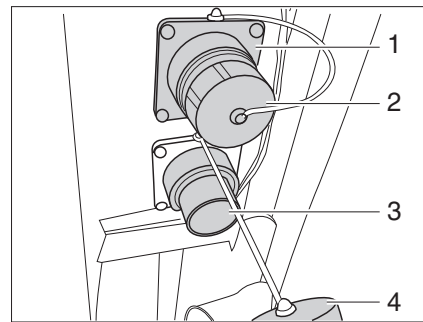

Fig. 221 Bec d'écoulement des eaux usées
Il est possible de raccorder une conduite au bec d'écoulement des eaux usées (Fig. 221,3).
- Dévisser et retirer le cache (Fig. 221,4) du bec d'écoulement des eaux usées (Fig. 221,3) en tournant d'un quart de tour dans le sens des aiguilles d'une montre.